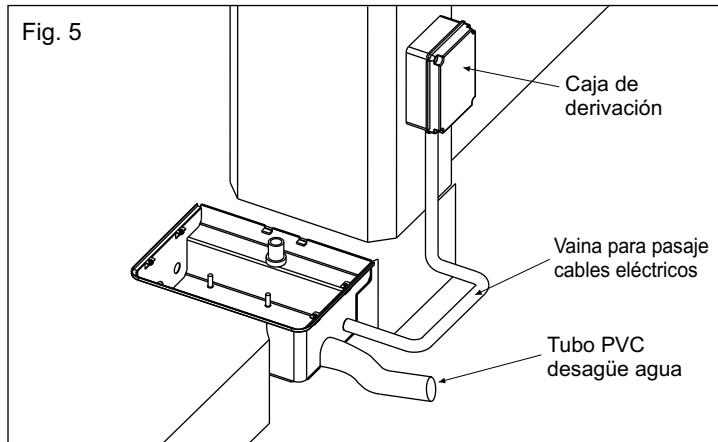

Fig. 5
- tubo de desagüe agua en PVC por lo menos de 40 mm de diámetro de insertar en el agujero apropiado de la caja antes que la misma sea cementada (Fig. 5). **El tubo tendrá que ser llevado hasta el desagüe de la línea de drenaje;**
- una vaina para el pasaje de los cables eléctricos por lo menos de 20 mm de diámetro que tendrá que ser llevada en proximidad de la caja de derivación (Fig. 5).